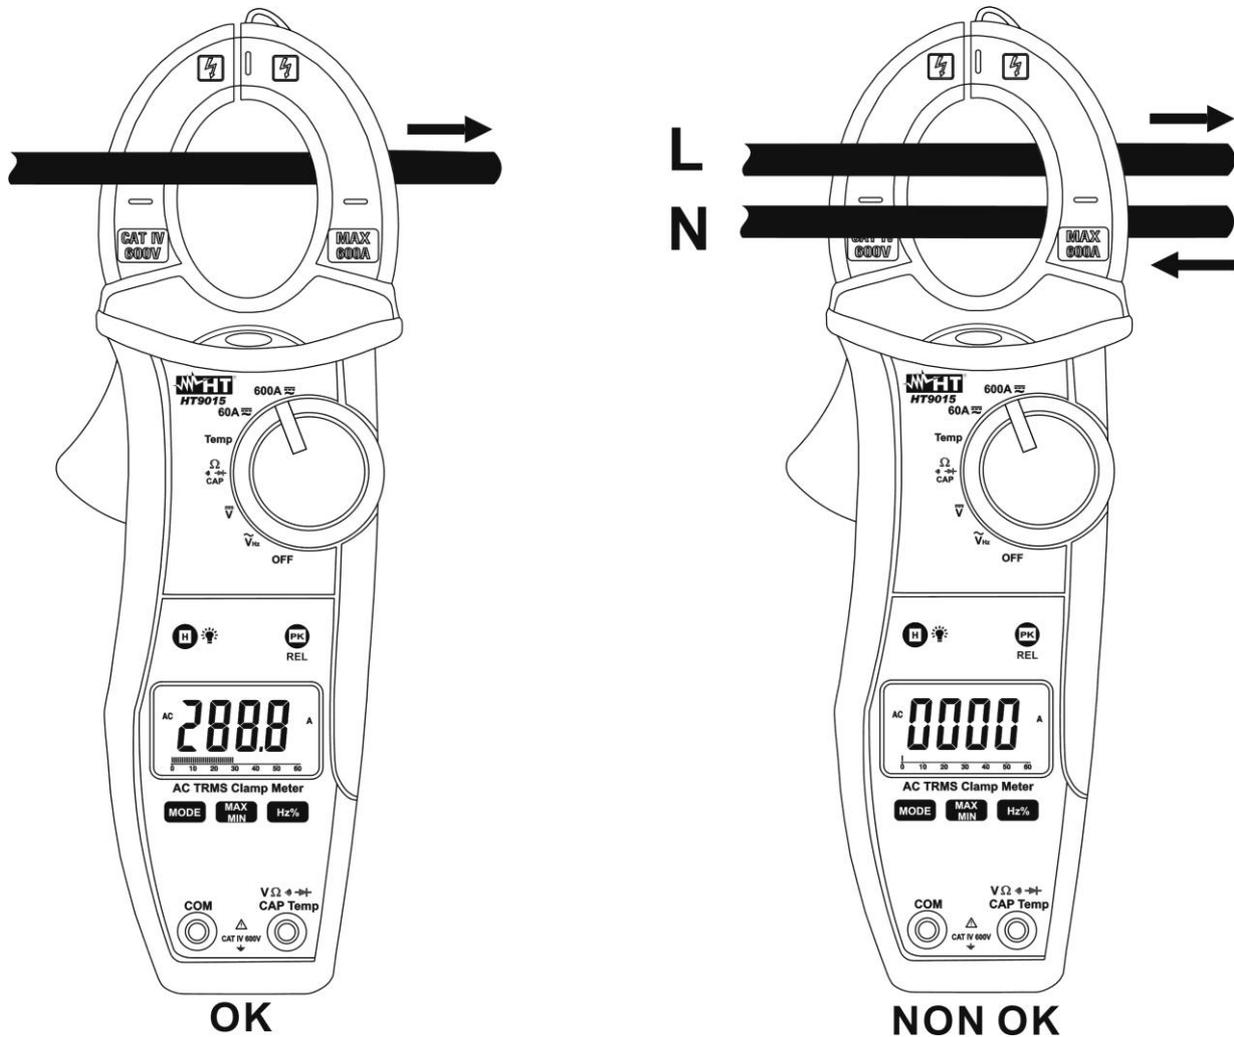

Fig. 9: Uso da pinça para efetuar medições de correntes CC
5. A visualização do símbolo “-” indica que o instrumento está inserido de modo contrário ao sentido da corrente (ver Fig. 9)